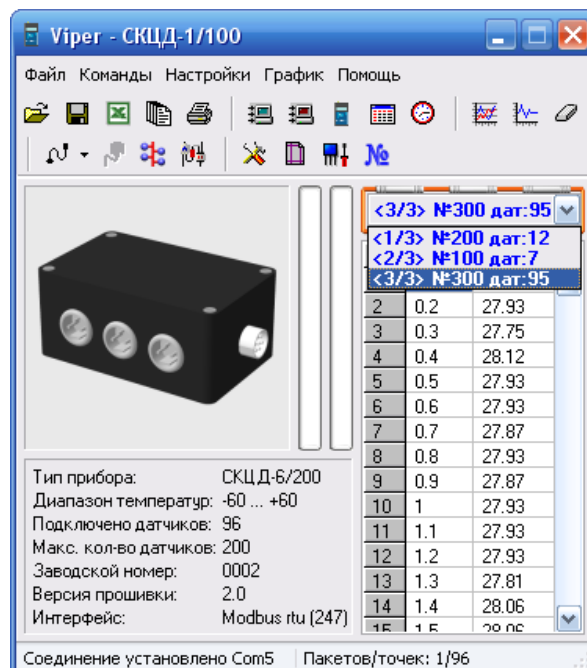

Рисунок 4 – Основное окно программы Viper.exe
2.4.1.7 Во время запуска «Viper» происходит сканирование портов ПК и поиск контроллера. Если контроллер найден, то на дисплей ПК выведется основное окно программы с характеристиками контроллера (рисунок 4), в противном случае выведется сообщение «Прибор не обнаружен».